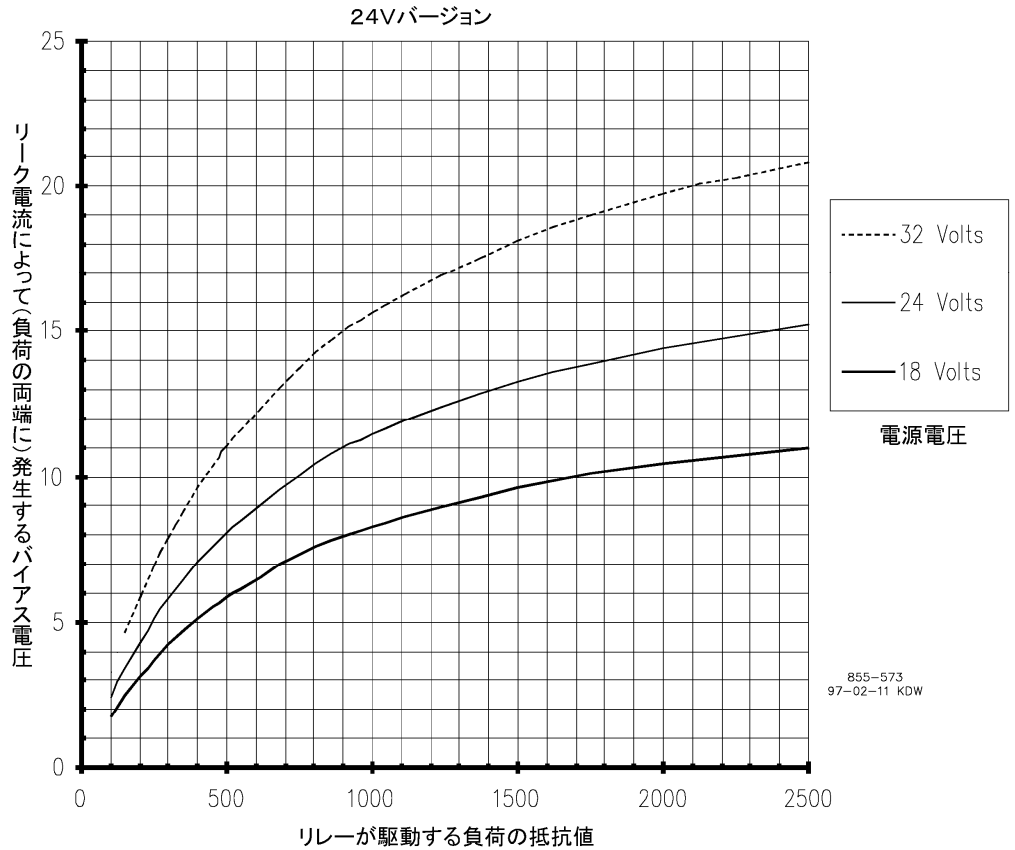
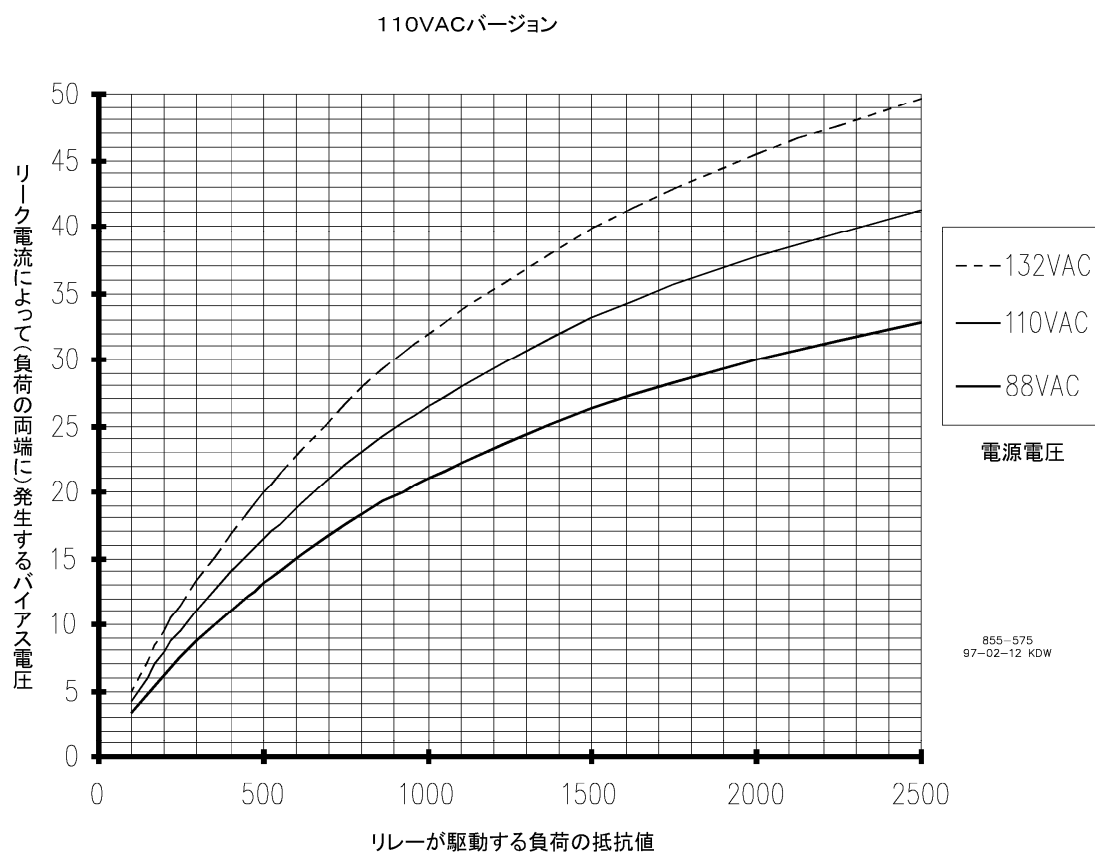
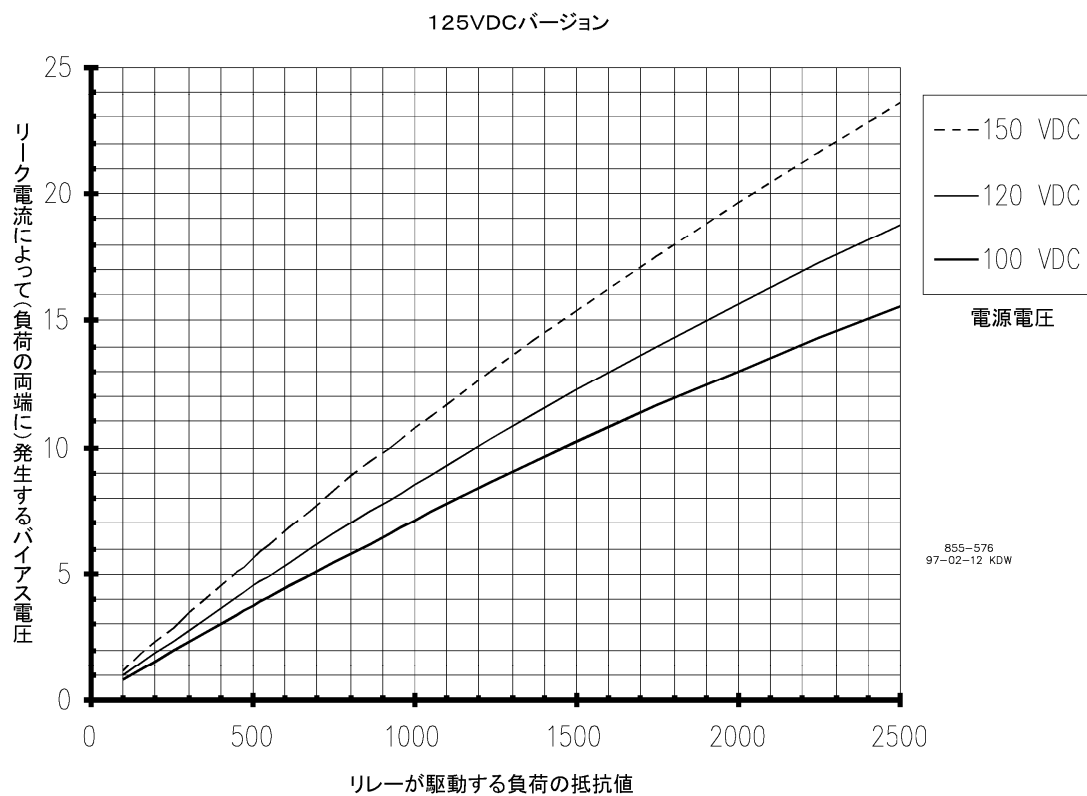

図 4-10. 潜在的故障検出回路に接続された負荷に発生するバイアス電圧 — 電源電圧は 18~32Vdc
図 4-11. 潜在的故障検出回路に接続された負荷に発生するバイアス電圧 — 電源電圧は 88~132Vac
図 4-12. 潜在的故障検出回路に接続された負荷に発生するバイアス電圧 — 電源電圧は 100~150Vdc
2. 以下のグラフ(図 4-10、図 4-11、図 4-12)は、リレーが駆動する装置の内部抵抗と、リーク電流を流した時に負荷の両端に発生する電圧の関係を示したものです。駆動する装置の(リーク電流によって発生する)両端のバイアス電圧が、負荷に通電したと見なされる電圧よりも低いかどうか判定する時に、このグラフを参照してください。
である時に、図 4-11 で駆動する装置の内部抵抗(「リレーが駆動する負荷の抵抗値」)が 200Ω の点を通る垂線と電源電圧が 110Vac の曲線の交点を求めます。この交点から左方向に水平線を引くと、(リレーが開いている時に)駆動する装置の両端に「リーク電流によって発生するバイアス電圧」は、約 7.5Vac である事がわかります。この電圧は、「装置が作動し始めるバイアス電圧 = 25 Vac」より小さいので、上記の例では潜在的故障検出の機能を使用する事ができます。
しかし、駆動する装置の内部抵抗（「リレーが駆動する負荷の抵抗値」）が 1200Ω であった場合には、図 4-11 で交点から左方向に水平線を引くと、駆動する装置の両端にリーク電流によって発生するバイアス電圧は約 $29.5V_{ac}$ になり、「装置が作動し始めるバイアス電圧」より大きくなります。装置の両端に「リーク電流によって発生するバイアス電圧」= $25V_{ac}$ の所から、内部抵抗対バイアス電圧のグラフを逆にたどって行くと、駆動する装置の内部抵抗は 900Ω 以下でなければなりません。駆動する装置に並列に 3600Ω の抵抗を付けると、 $(1/1200+1/3600=1/900)$ 潜在的故障の検出を行なう事ができます。